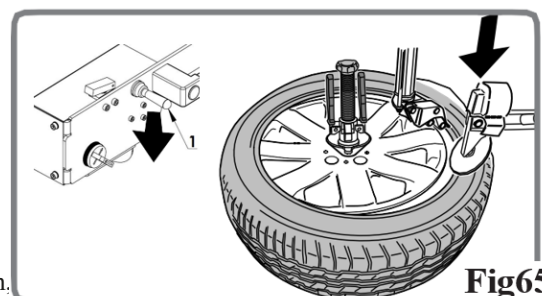

Fig65
Placering af dækktrykkerskiven (Fig65)
- Sænk dækktrykkerskiven (1, Fig65), indtil den er på niveau med fælgens fordybning, og skab plads nok til at indsætte klemmen.